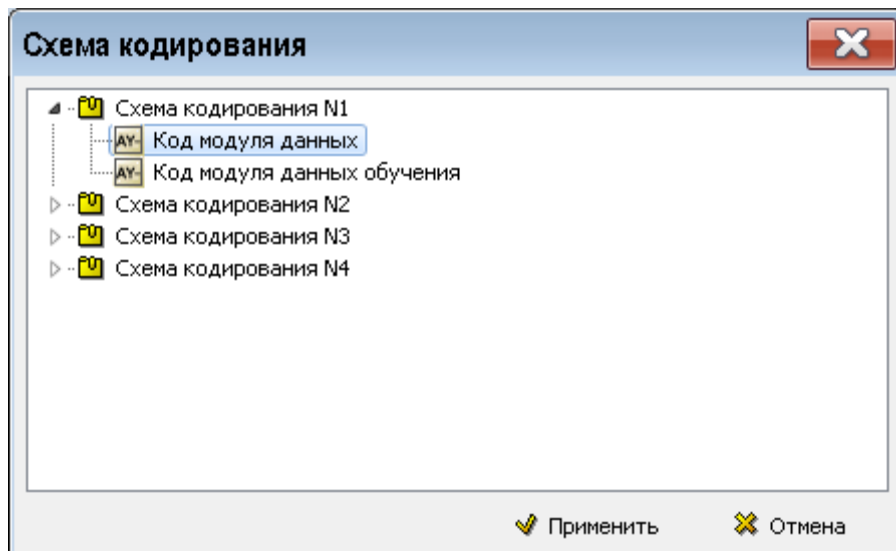

Рис. 3.99
4. Установите флаг у параметра **Использовать кодирование** и загрузите схему кодирования «Код модуля данных» (Рис. 3.99).